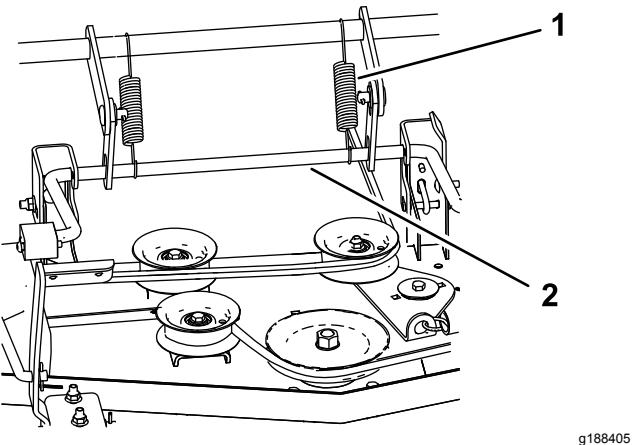

Figure 71
6. Pour les tabliers de coupe de 152 cm (60 po), reposez les 2 ressorts de levage du tablier (Figure 71).